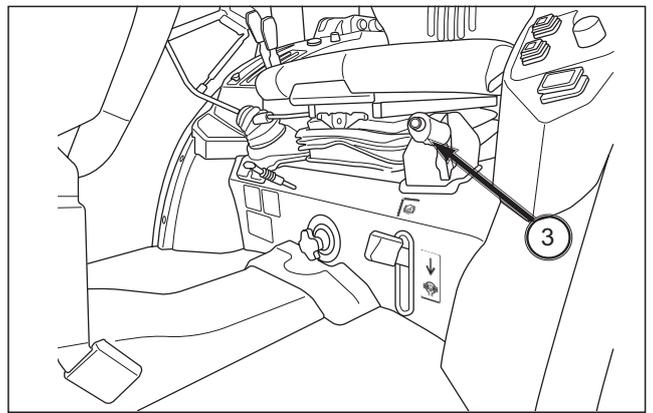

FIG. 58
FIGS. 58 & 59: El freno de estacionamiento actúa sobre las ruedas traseras del tractor. Para activar el freno, tire hacia arriba de la palanca del freno de estacionamiento (3), para bloquear los frenos en la posición aplicada. Para soltar el freno de estacionamiento, presione el botón del extremo de la palanca y empuje la palanca hacia abajo.